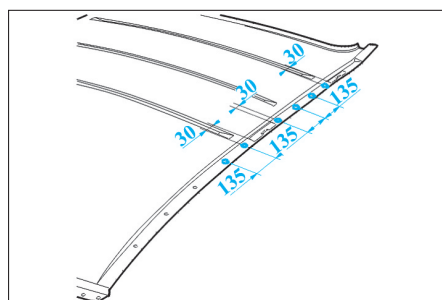

FIG. 90
- Tracer puis percer à Ø 6,5 mm pour soudage ultérieur par points bouchons (réparation symétrique) (Fig.90).